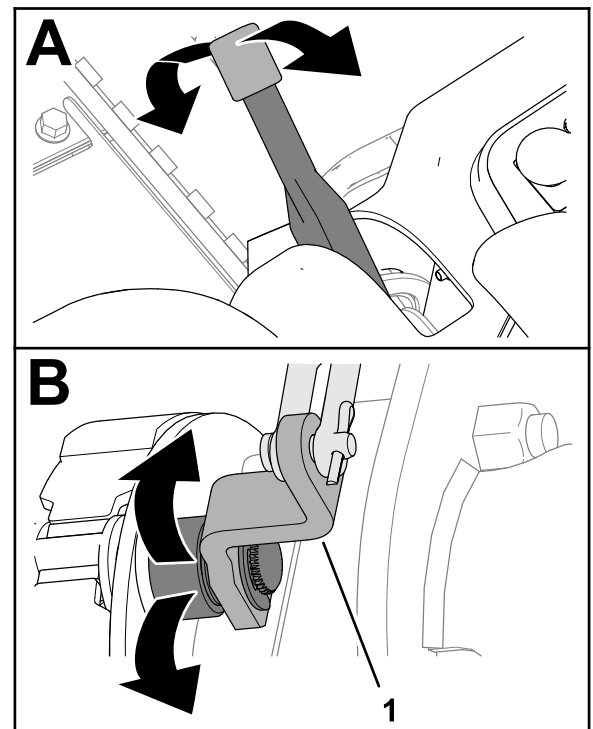

Figura 69
2. Mueva la palanca del freno de estacionamiento hacia arriba y hacia abajo para comprobar que la leva del freno se mueve libremente (Figura 69).